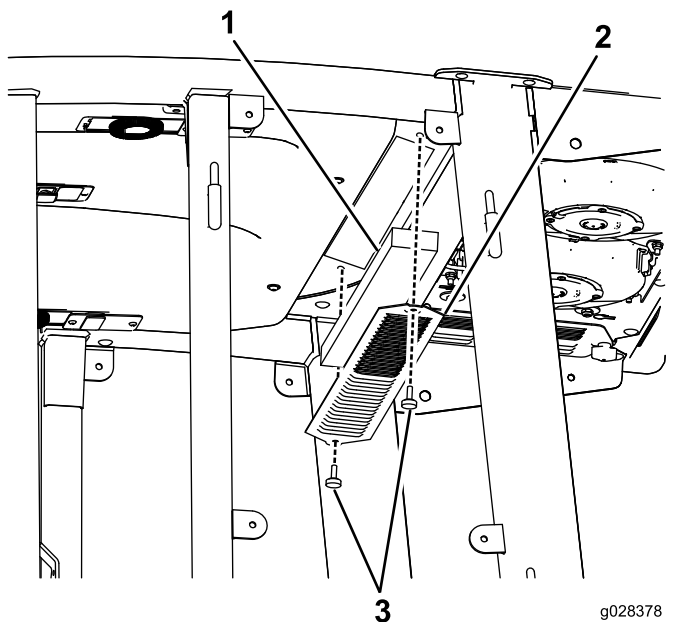
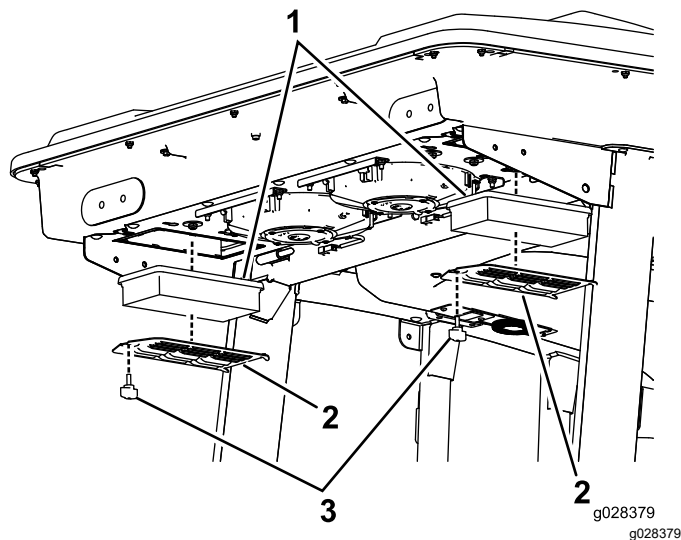
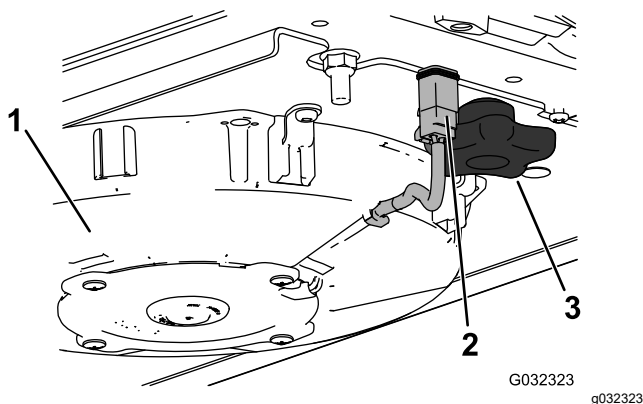
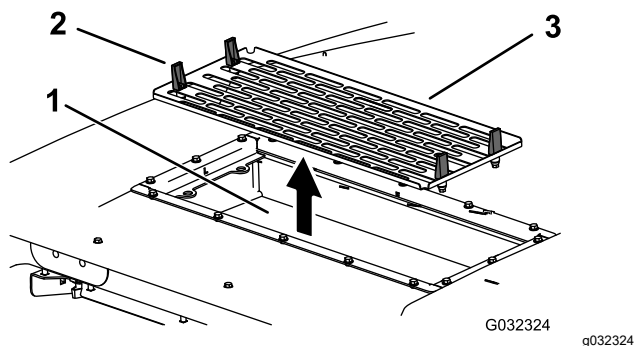

Figura 130
Figura 131
Figura 133
Figura 134
1. Retire los tornillos y las rejillas que cubren el filtro interior y el trasero de la cabina (**Figura 130** y **Figura 131**).
- Retire los filtros de aire (consulte Figura 131).
- Instale los filtros de aire, la rejilla y el conjunto del ventilador (Figura 131, Figura 133 y Figura 134).
- Conecte el cable de cada ventilador (Figura 133).